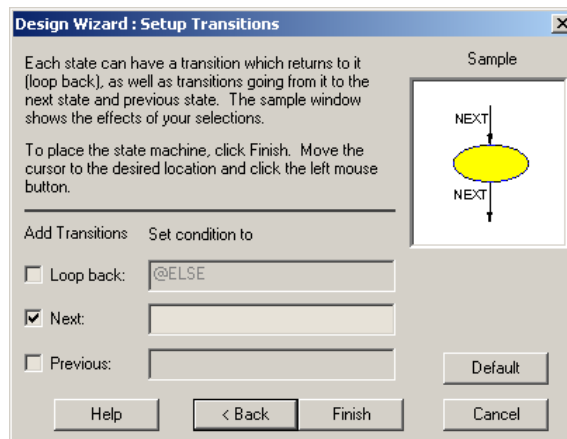

Figura 9.4. Fereastra de dialog *Setup Transitions*.
6. Se selectează butonul *Next*. Se va deschide fereastra de dialog *Setup Transitions* (Figura 9.4).